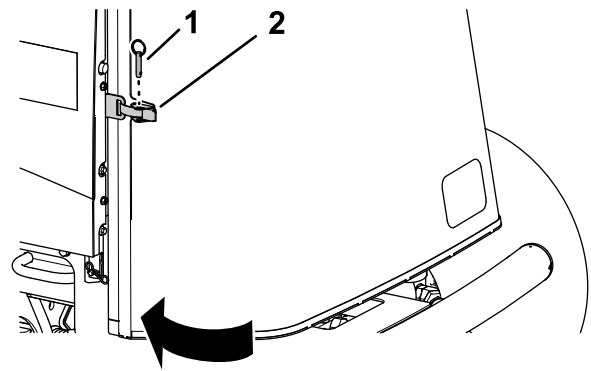

Рисунок 104
1. Закройте и зафиксируйте защелкой решетку (Рисунок 104).